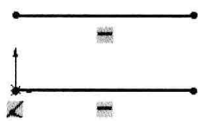

图 3-2 绘制直线
Step3 绘制直线。单击“草图”工具栏中的“直线”按钮，绘制两条直线，如图 3-2 所示。